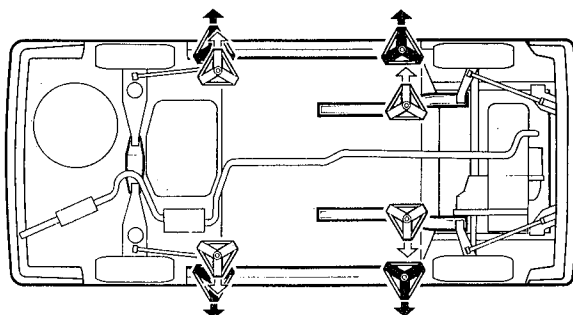

fig. 5
3. Utilizar somente cavaletes com base triangular, colocando-os sob o veículo de modo que uma das três pernas fique voltada para o lado de fora do veículo (fig. 5)